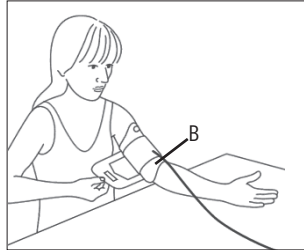

Рис. 2
- Выемка В (см. рис. 2) на манжете (напротив язычка) должна находиться на локтевом изгибе. Трубка должна находиться посередине локтевого изгиба и быть направлена в сторону ладони.